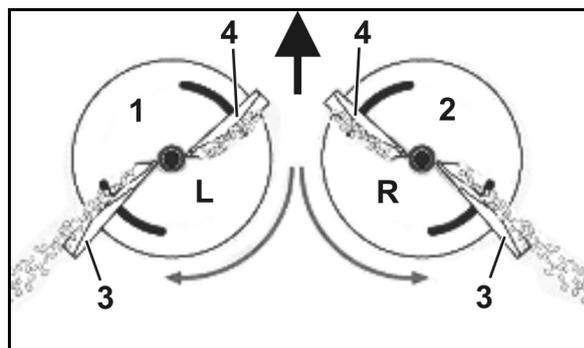

图 18
- 左侧撒肥盘 (图 18/1) 标为 L。
- 右侧撒肥盘 (图 18/2) 标为 R。
- 长 (图 18/3) - 标尺值从 35 至 55。
- 短 (图 18/4) - 标尺值从 5 至 28。